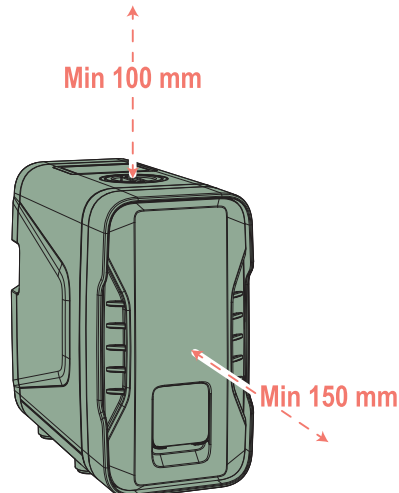

Fig. 9 Minimale vrije ruimtes die gegarandeerd moeten worden
- een vrije ruimte van minstens 10 cm boven de pomp om het eventuele verwijderen van de terugslagklep tijdens de reiniging te vergemakkelijken (zie Fig. 9).
- een vrije ruimte van minstens 15 cm van de voorzijde om de eventuele toegang tot de aandrijfas te vergemakkelijken (zie Fig. 9).